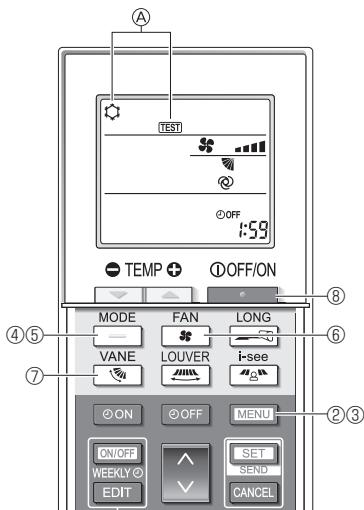

Fig. 7-5
- ① Slå på strømmen til enheten i minst 12 timer før testkjøringen.
- ② Trykk på **[MENU]**-knappen i 5 sekunder. (Fig. 7-5)
Ⓐ [TEST] og gjeldende driftsmodus vises. (Fig. 7-5)